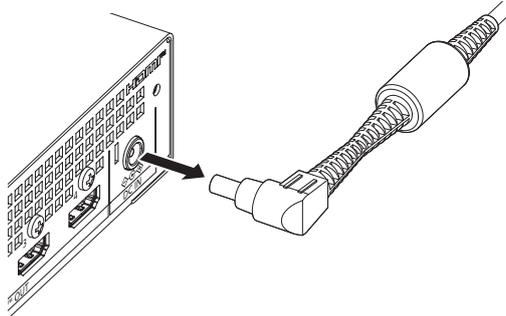

Abb. 2
**2) Entfernen Sie den Stecker (Abb. 2).**